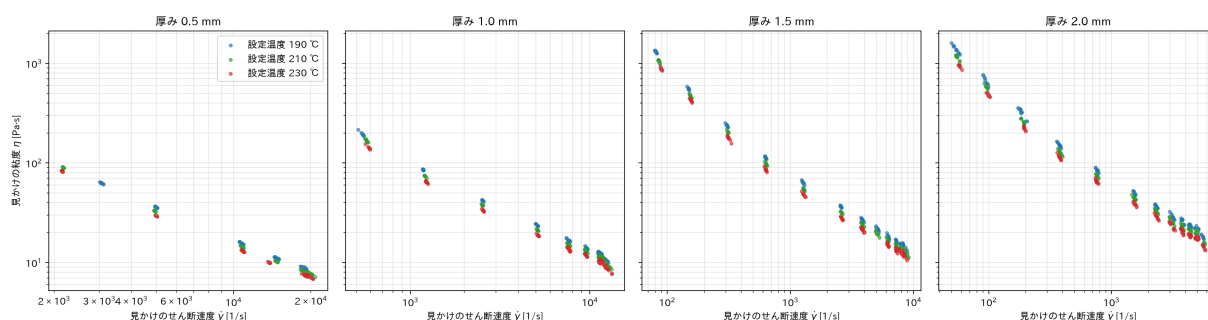
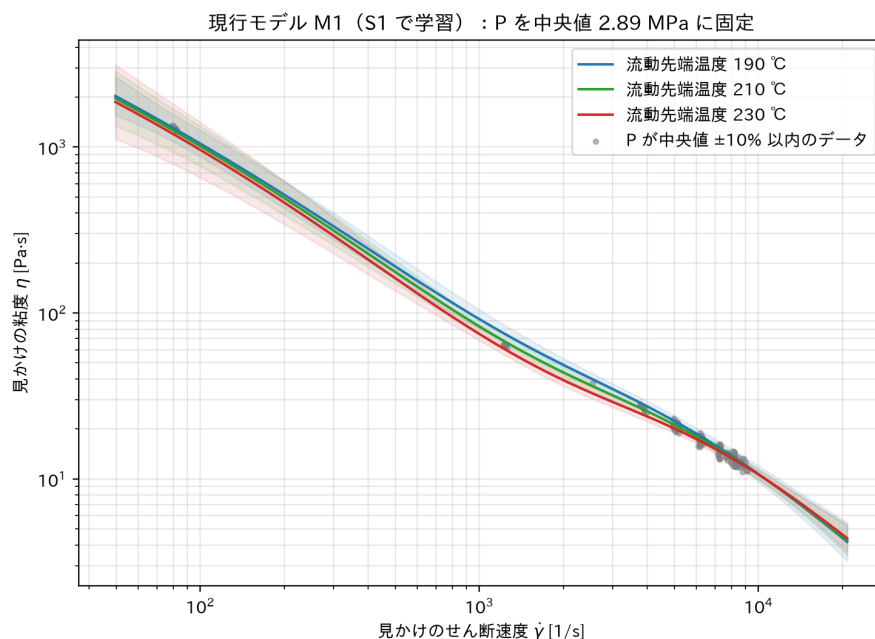

図 3 厚みごと・設定温度ごとの粘度とせん断速度（データそのもの）
図 4 現行モデル M1 の予測曲線 (P を固定し、流動先端温度だけを変えたもの)
4.3 図 3：設定温度ごとのデータ
▷ファイル：results/step2/fig3_data_by_Tset.png
4.4 図 4：現行モデル M1 の予測曲線
▷ファイル：results/step2/fig4_M1_curves_by_T.png
▷今回の結果：3本の曲線はほとんど重なりました (190 °C と 230 °C の差は平均で約 1.15 倍、最大でも 1.24 倍)。傾きは約 -0.99 で、これは「 P (せん断応力) を一定にすると $\eta = \tau / \dot{\gamma}$ になる」という定義そのものです。 P を固定すると粘度はほぼ計算で決まってしまう、温度の効果は表に出てきません。図 3 のデータには温度の効果があるのに、現行モデルではそれが使われていないことが分かります。
▷**見方**：図 4 と同じです。実線と帯が MCMC、破線が最尤推定です。タイトルに MCMC の本番の回数を示しました。
▷**今回の結果**：MCMC と最尤推定の曲線は重なり、見分けがつきません。傾きは約 -0.99 、 190°C と 230°C の差は最大 1.24 倍で、図 4 と同じです。ハイパーパラメータの決め方を変えても、「 P を固定すると温度の効果が表に出ない」という結論は変わりません。
temperature_effect_190_vs_230.csv	同じ厚み・射出率での 190°C と 230°C の比較 (図 3)。ln_eta・ln_sr は ln の差で、exp をとると比になる。
3. **温度の効果**：データには温度の効果がはっきりあります（190 °C の粘度は 230 °C の約 1.24 倍、図 3）。しかし現行モデルでは P に吸収されて、表に出てきません（図 4）。